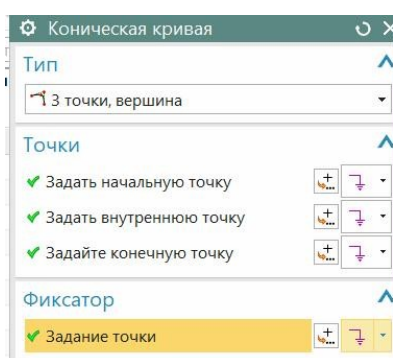

рис.101
- Диалоговое окно команды показано на рис.101. Как видите, в окне нужно указать четыре точки:
- Вызываем команду «**Вставить \ Ассоциативная копия \ Выделить геометрию**» (рис.101).